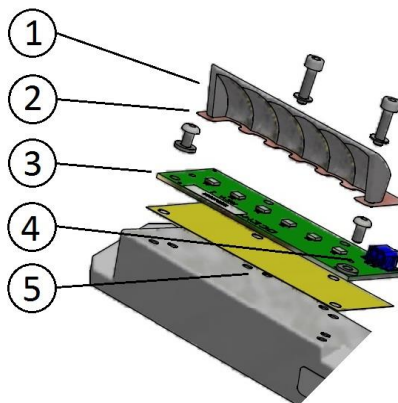

Figura 24 – Sostituzione del modulo LED
- scollegare il cavetto di alimentazione dal modulo LED (Figura 24 - n°4)
- rimuovere il modulo LED (Figura 24 - n°3) ed il relativo riflettore (Figura 24- n°1) dallo squadretto ferma prisma svitando le due viti TCEI M3x12
- assicurarsi che l'interfaccia termica (Figura 24 - n°5) sia correttamente posizionata sotto il modulo LED
- assicurarsi che il foglio isolante in Kapton (Figura 24 - n°2) sia correttamente posizionato sopra il modulo LED
- ricollegare il cavetto di alimentazione al modulo LED (Figura 24 - n°4)